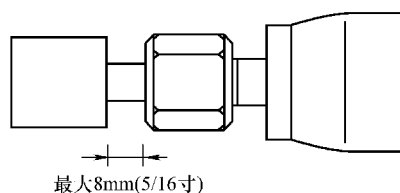

图 7-14 端面到夹紧螺母的距离
4) 电磨头安装的端面到夹紧螺母的距离不得超过 8mm。超过这个距离会导致振动或转轴断裂，如图 7-14 所示。